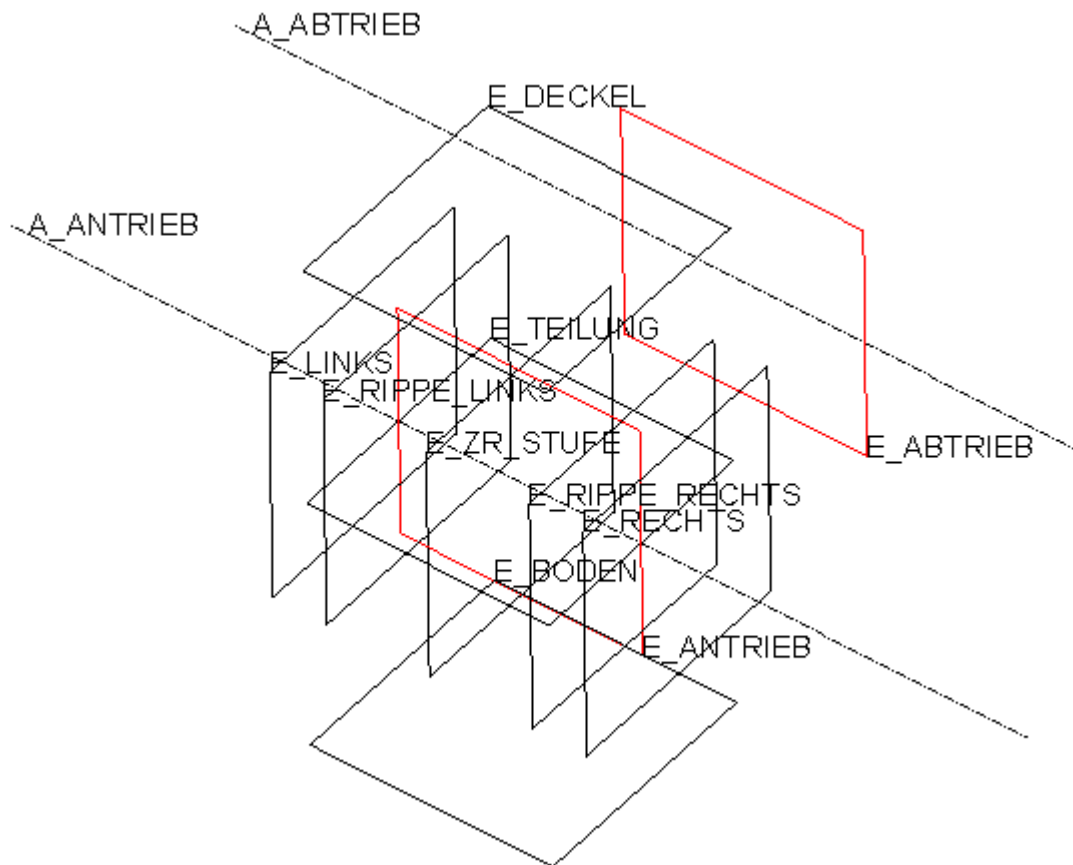

Abb. 1 Ebenengerüst des Gehäuses
► Profil ► Skizzierebene: E_TEILUNG ► Referenzen: E_ANTRIEB, E_RECHTS, E_LINKS ► Skizze nach Abb. 1 ► Tiefe: Seite 1 bis E_DECKEL und Seite 2 bis E_BODEN